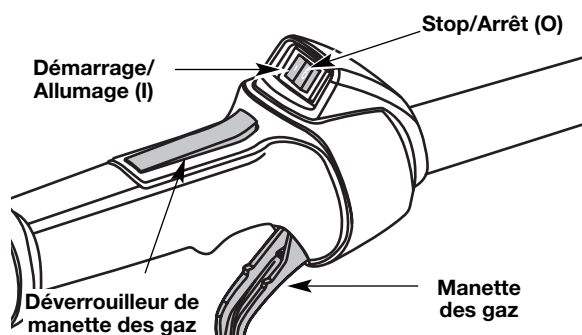

Fig. 19
3. Mettez la commande Marche/Arrêt Stop en position MARCHE (I) (Fig. 19).